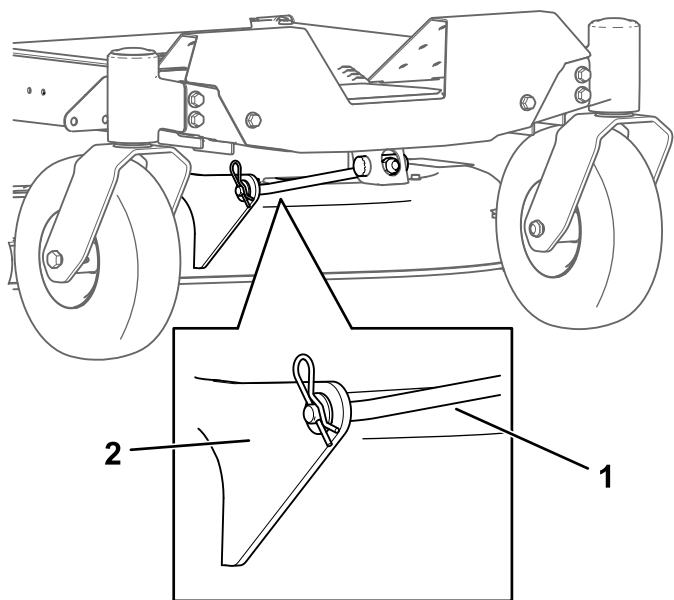

Figura 71
4. Remova o perno de gancho da barra de suporte da frente e remova a barra do suporte da plataforma (Figura 71).
8. Coloque a barra de suporte frontal na plataforma do cortador com o pino de segurança e perno de gancho (Figura 71).